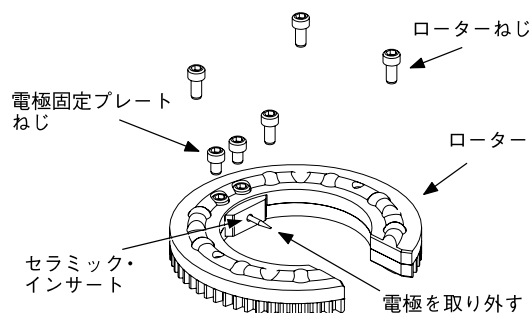

図 34：ローターおよび電極固定プレートねじを取り外す
1. ローターねじおよび電極固定プレートねじをローターから取り外します。電極をセラミック・インサートから取り外します。図 34 をご参照ください。